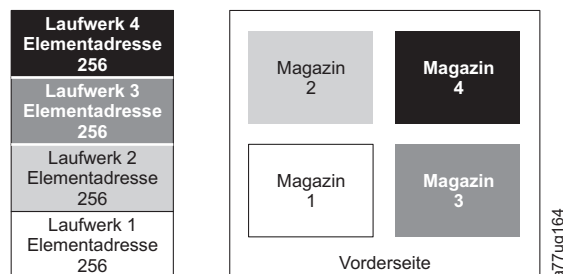

Abbildung 17. Konfiguration eines Systems mit vier Partitionen
- Logisches Kassettenarchiv 1: Fach 1 bis 23, 4096 (0x1000) bis 4118 (0x1016) (siehe Abb. 17 auf Seite 31)
Bei der Konfiguration mit vier logischen Partitionen lauten die Zuordnungen der Elementadressen wie folgt (die DTE-Zuordnungen sind in Abb. 17 aufgeführt).